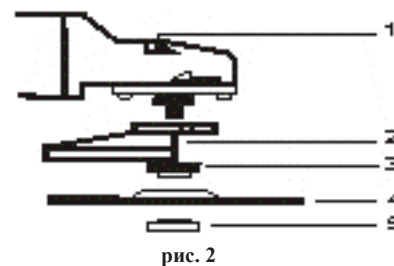

рис. 2
7.1 Для монтажа рабочего круга отключите от сети штепсельную вилку шлифмашины. Фиксируя вал нажатием кнопки «1» механизма стопорения (рис.2), смонтируйте круг в соответствии с рис. 2. Для закручивания гайки используйте ключ, имеющийся в комплекте поставки. Не прилагать усилия затяжки более 3 кг/м. Проверьте вращение шпинделя с кругом (вращение от руки должно быть свободным).
7.3 В случае затруднения демонтажа рабочего круга, во избежание поломки стопора «1» (рис.2), используйте гаечный ключ для удержания шпинделя шлифмашины.